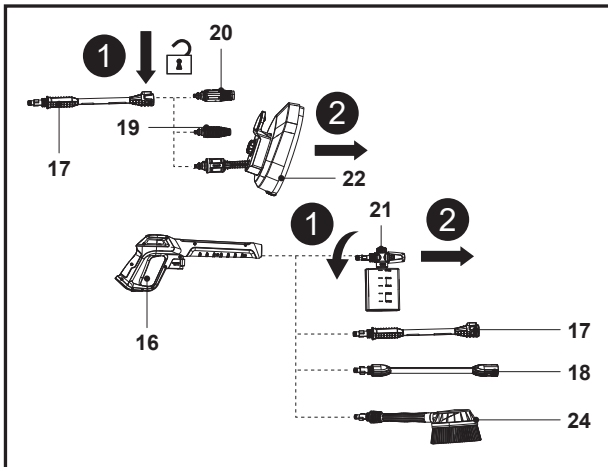

Fig. 21
1. Desconecte la boquilla (19/20/22) de la lanza de prolongación (17). Desconecte la boquilla de la botella de detergente (21), el cepillo giratorio (24), la lanza de prolongación (17) y la barra de extensión (18) de la pistola pulverizadora (16) (Fig. 21).